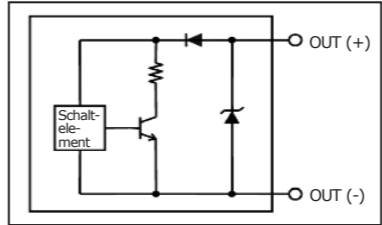

Abb. 1
*6: Wenn kein Versorgungsstrom anliegt, wird ein Alarmsignal ausgegeben. Abb. 1 zeigt einen internen Alarm-Schaltkreis.